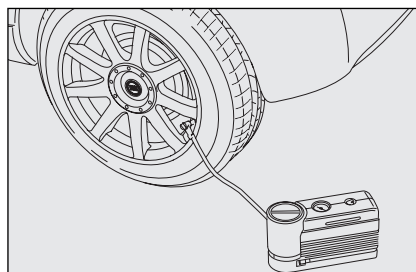
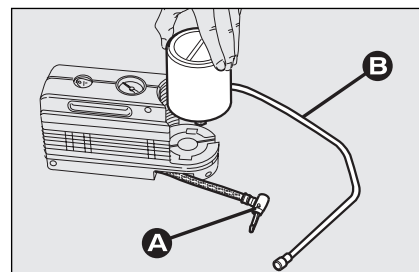

fig. 7
fig. 8
El compresor debe utilizarse sólo para restablecer la presión. Tomar el pico del aerosol **A**-fig. 8 y conectarlo directamente en la válvula del neumático **fig. 7**; de esta forma, la botella no estará conectada al compresor y no se inyectará líquido sellador.
- ☐ desconecte el acoplamiento **A**-fig. 8;